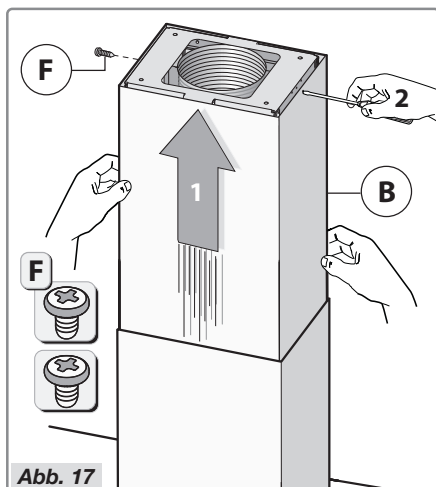

Abb. 17
- Verbinden Sie den Schacht **B** mithilfe der 2 Schrauben **F** (Abb. 17) mit der Deckenplatte.